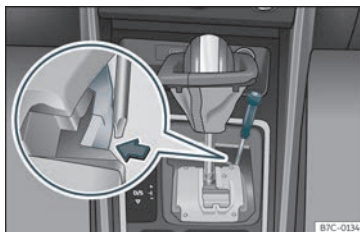

Fig. 203 Alavanca seletora: desbloqueio de emergência a partir da posição de estacionamento.
- Com a ajuda da parte plana de uma chave de fendas, pressione lateralmente a patilha amarela e mantenha-a pressionada » » » **Fig. 203**.